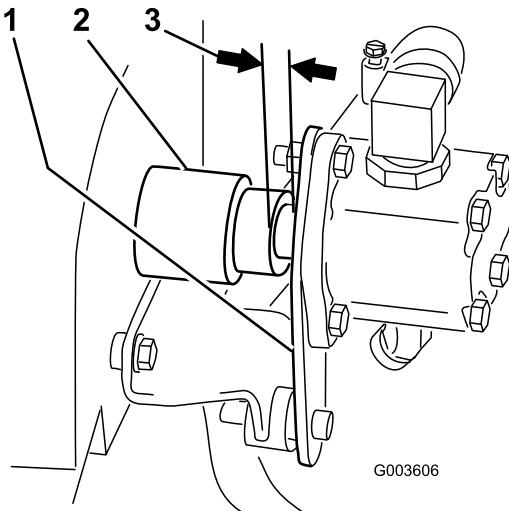

图 21
**注意** 确保泵板与轮毂总成之间留有微小空隙。如果没有空隙说明轮毂总成安装不正确需要正确调整图 21。